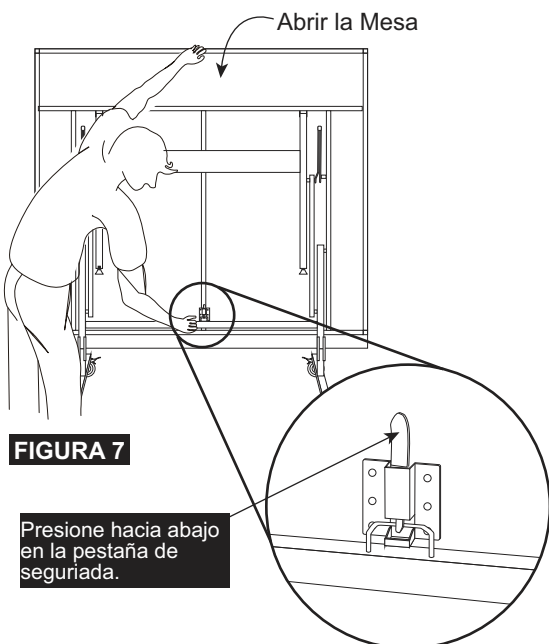

FIGURA 7
1. Presione hacia abajo la **PESTAÑA DE SEGURIDAD** para quitar el seguro como se muestra en la **FIGURA 7**.